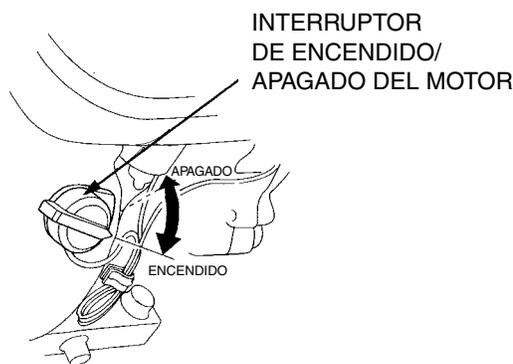

Figura 12. Interruptor de encendido/apagado del motor
2. Coloque el interruptor de ENCENDIDO/APAGADO del motor (Figura 12) en la posición **ON** (encendido).